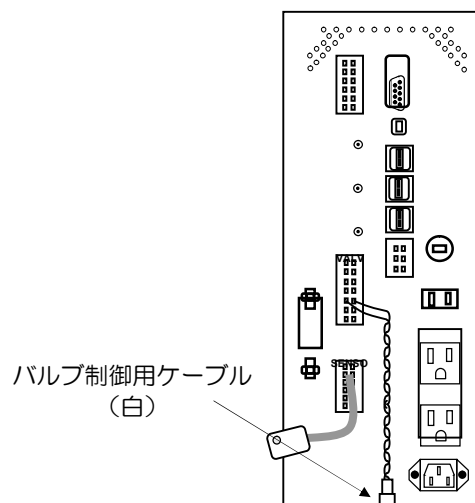

Fig. 3.16 コントローラ背面への接続
- ① コントローラー背面の“SS-VALVE”と記されたケーブル（白色）とバルブ制御用ケーブルを接続してください（Fig. 3.16）。